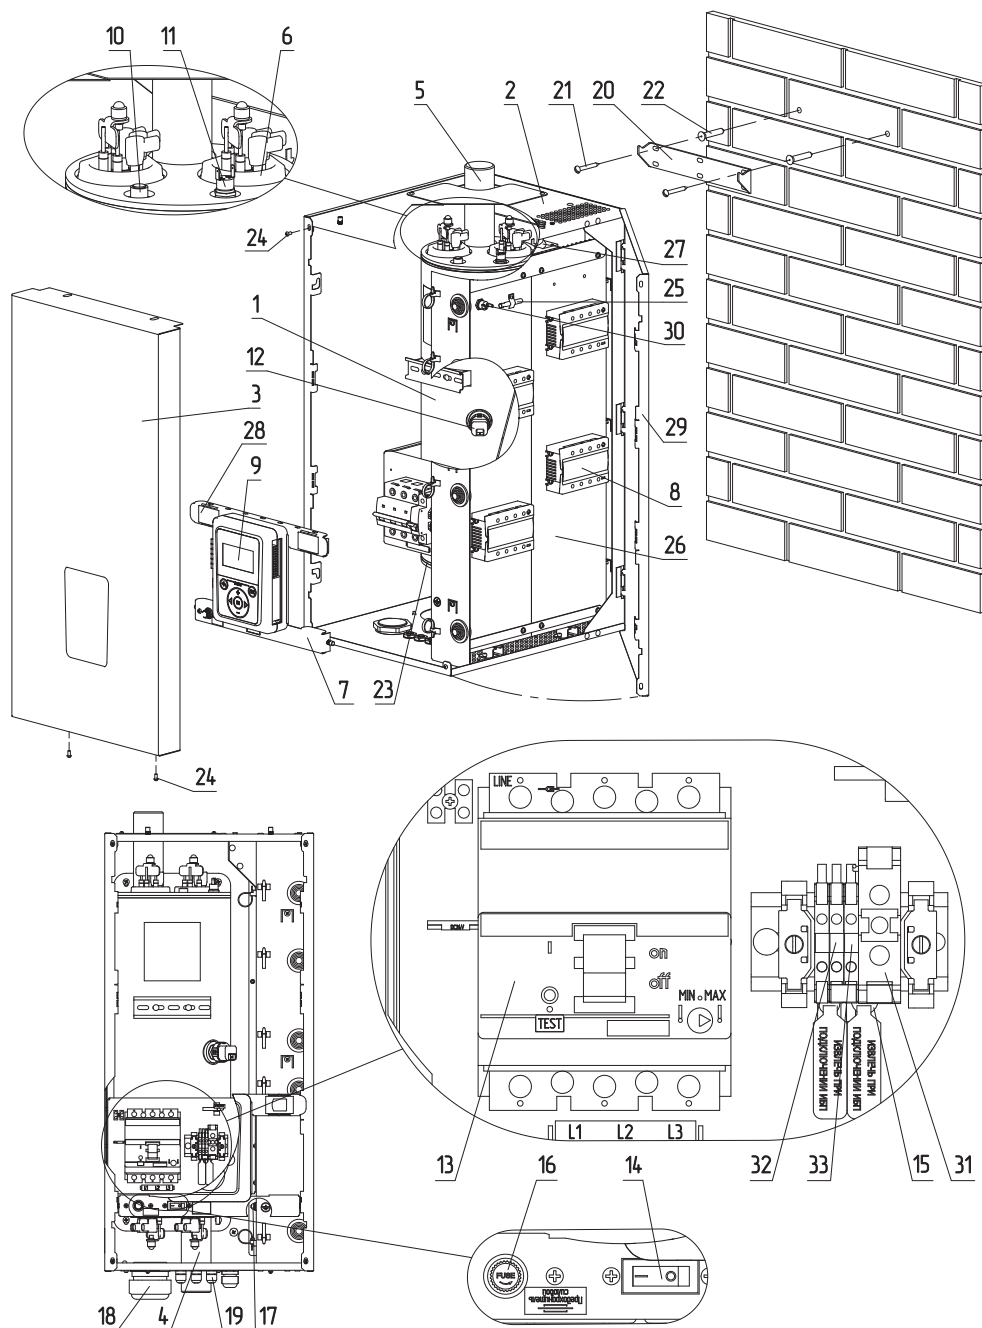
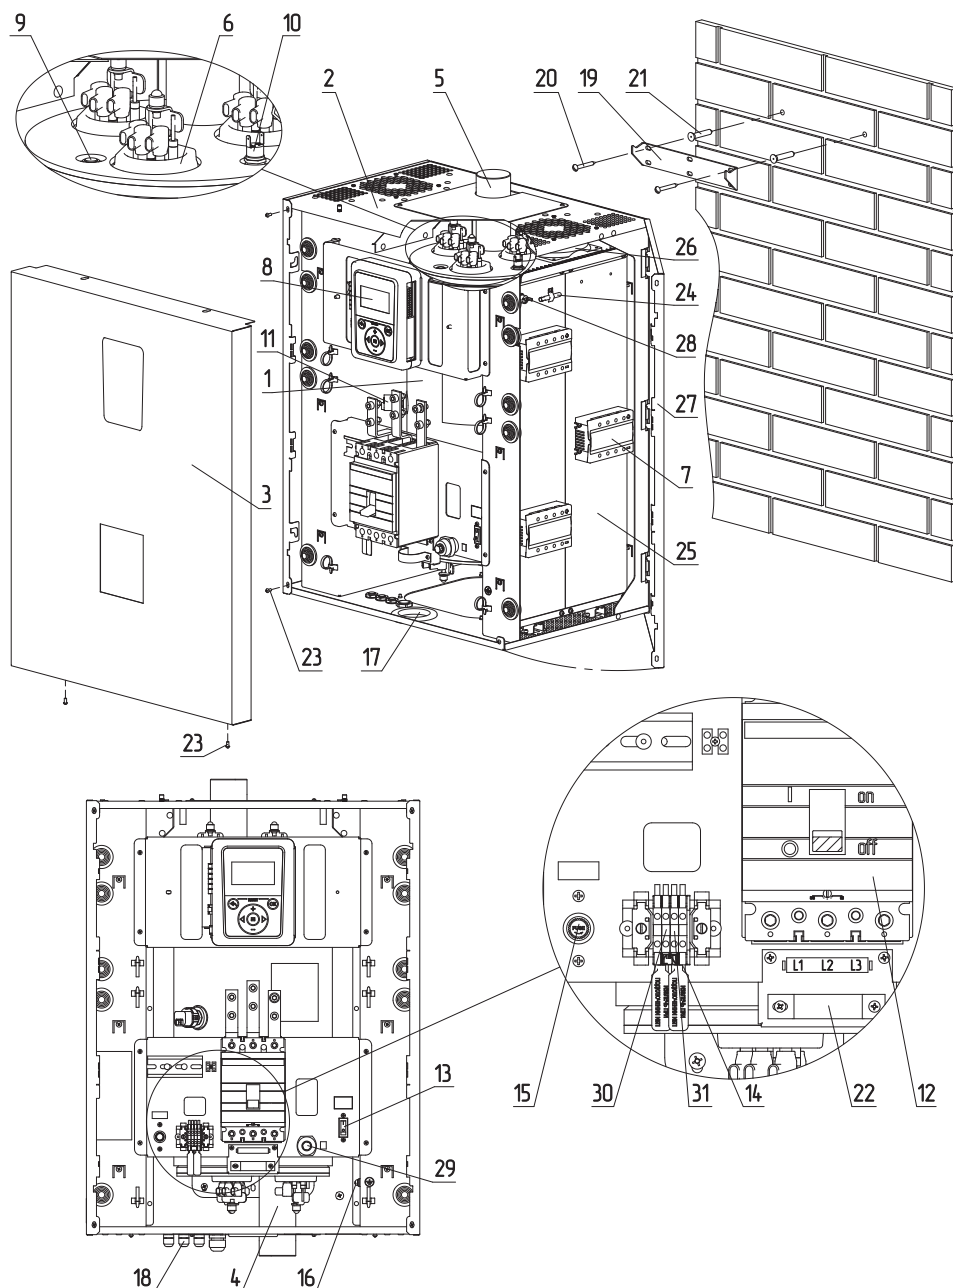

Рис.4 Устройство электрического котла ZOTA SOLID-X 48-60 кВт
Рис.5 Устройство электрического котла ZOTA SOLID-X 72-100 кВт
Закрепите настенный кронштейн на вертикальной поверхности в необходимом месте с помощью шурупов, входящих в комплект, и установите на него котел, как показано на **Рис.1, Рис.2, Рис.3, Рис.4, Рис.5, Рис.6.**
- включить вводной автомат (**Рис.1, Рис.2, Рис.3, Рис.4, Рис.5, Рис.6, поз.13**) вместе с дистанционным расцепителем в верхнее положение;
- перевести выключатель (**Рис.1, Рис.2, Рис.3, Рис.4, Рис.5, Рис.6, поз.15**) в положение ВКЛ;